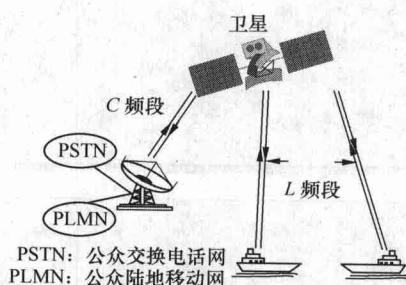

图 1-3 同步卫星通信系统
- (1) 电子技术应用于通信, 如同步卫星通信系统, 如图 1-3 所示。